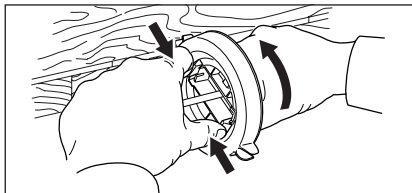

Figure 11. Retirer le cylindre de la chape
5. Reposez le cylindre sur la chape. En tenant solidement la chape, tournez le cylindre dans le sens horaire pour verrouiller les languettes en place. Voir la Figure 11.